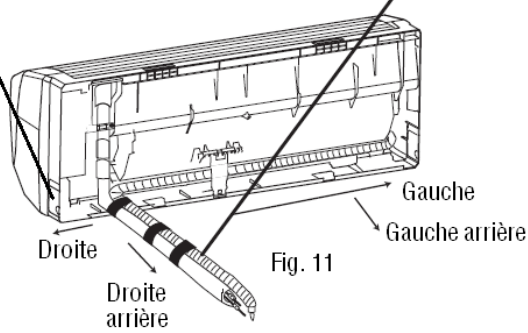

Fig. 11
1. Les tuyaux peuvent être réalisés dans différentes directions: droite, droite arrière, gauche ou gauche arrière (Fig. 11). Nous recommandons la sortie à gauche ou gauche arrière.
1. Soulevez le panneau avant et lever le couvercle de la bornier (fig. 11).